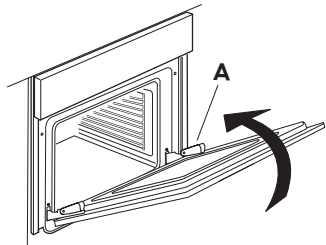

fig. 2
3. Luk døren til blokeringsmekanismen (A), løft den (B) og drej den (C), til den frigøres (D) (fig. 2, 3, 4).